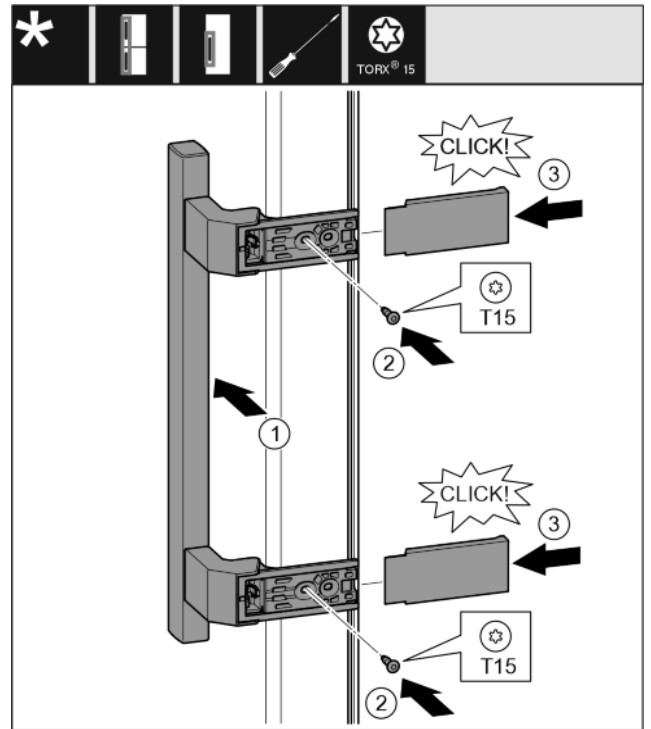

Fig. 31
- ▶ Поставете дръжката от другата страна. Fig. 31 (1)
- ▶ Затегнете винтовете с отвертка T15. Fig. 31 (2)
- ▶ Поставете отсрани капците и ги нахлузете. Fig. 31 (3)